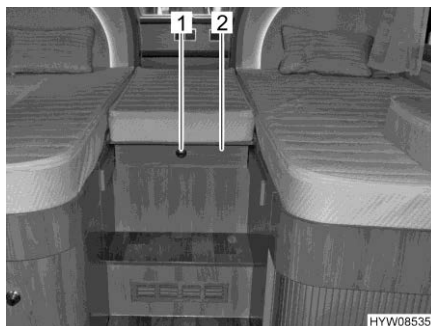

Fig. 108 Letto singolo (coda)
- Premere il bottone automatico (Fig. 108,1) e aprire il diaframma (Fig. 108,2).